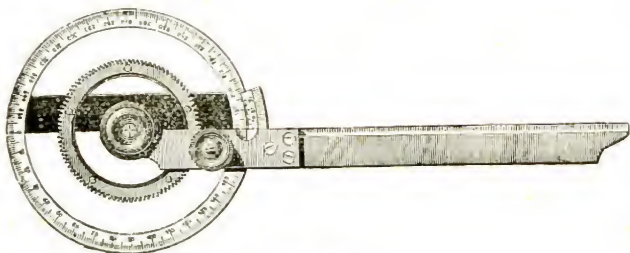

Fig. 655
- **Rapporteurs cuivre**, cercle entier, alidade à vernier à crémaillère, divisions en  $1/2$  degrés donnant les 30 secondes par le vernier, centre en corne, boîte noyer (fig. 655) :